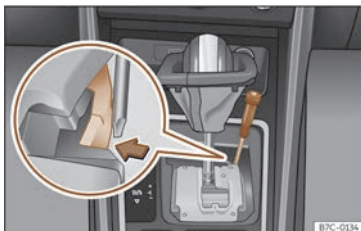

Fig. 142 Palanca selectora: desbloqueig d'emergència en la posició d'aparcament.
- Amb ajuda de la part plana d'un tornavís, premeu lateralment la pestanya groga i mantingueu-la pressionada»» **fig. 142**.